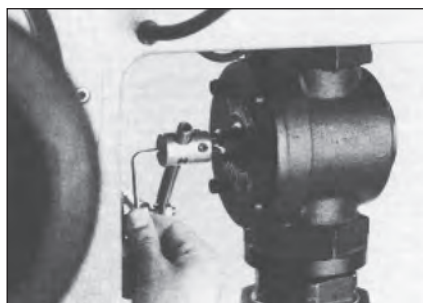
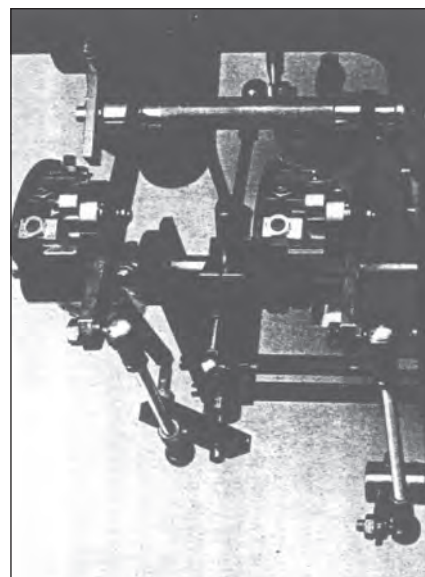

Рис. 14
Рис. 15
Объем воздуха для первой ступени устанавливается для всех двухступенчатых горелок на воздушной заслонке. Воздушная заслонка может регулироваться перестановкой установочного кулачка в серводвигателе, обозначенного надписью «ZU» (закрыть) и надписью «1 ступень» в соединении с краном регулировки газа (см. п. 6.4.2. Установка серводвигателя). Воздушную заслонку можно регулировать также непосредственно, ослабив шарнир, или изменяя длину рычага на соединительном рычажном механизме. Для типа GOS отличие от типа GOZ состоит в том, что воздушная заслонка регулируется и устанавливается через изгибающийся конвейер. При этом сначала следует обратить внимание на то, чтобы плечо рычага с обоими ведущими роликами и плечо рычага воздушной заслонки находились бы примерно параллельно друг другу. После ослабления контргайки на установочном винте поворотного конвейера, воздушная заслонка может закрываться вращением вправо, или больше открываться вращением влево (рис. 15).
Для горелок GOS 3700 корректировка объема газа производится через приводной рычаг на кране регулировки газа (рис. 14), причем максимальная регулировка воздуха производится при полностью открытой воздушной заслонке через рычажный механизм подпорной шайбы. Чтобы получить линейную характеристику регулирования во всем диапазоне регулировки, для горелок GOS 900/3700 отверстие воздушной заслонки корректируется в соответствии с разрешением на подачу газа через изгибающийся конвейер на рис. 15 в промежуточных ступенях. Юстировка осуществляется с помощью стальной пружины, находящейся на изгибающемся конвейере, которая может изменяться в своем положении после освобождения контр-гайки на установочном штифте. Вращение вправо приводит к увеличению объема воздуха, вращение влево приводит к уменьшению объема воздуха.
После регулировки ступени малой нагрузки для горелок GOS 900/3700 приступают к регулировке ступени номинальной нагрузки, изменяя угол поворота изгибающегося конвейера (рис. 15). В отличие от горелок GOZ 350/600, эти горелки должны быть безукоризненно отрегулированы при каждой ступени нагрузки. Юстировка осуществляется через стальную пружину, находящуюся в поворотном дисковом кулачке. Эта пружина, после ослабления контргайки на винтовом штифте, может изменяться в своем положении. Вращение вправо приводит к повышению расхода жидкого топлива, вращение влево приводит к уменьшению расхода жидкого топлива.
Точная регулировка горелки осуществляется ослаблением связи с краном регулировки газа в положении малой нагрузки при значениях на шкале 1-1,5 (рис. 14). После пуска горелки и окончания предварительной азрации, происходит включение розжига с последующим открыванием магнитного клапана. При переключении в режим неисправности, кран регулировки газа (рис. 14) следует постепенно, шагами, открывать настолько, чтобы происходило образование пламени. В заключение, объем газа в регулировочном кране повышается настолько, чтобы можно было достичь параметров горения без регулировки воздуха $CO_2 = 9,5-10,5\%$, $CO \geq 0,01\%$. После этого соединительный рычажный механизм соединяется с краном регулировки. Дальнейшая регулировка производится трехпозиционным переключателем и точной юстировкой через поворотный дисковый кулачок объема воздуха. Регулировка при работе на жидком топливе осуществляется аналогично регулировке на газе. Если требуется повышение основной нагрузки после точной регулировки, то она производится управлением серводвигателя с помощью трехпозиционного переключателя и фиксируется кулачками (3) ступени малой нагрузки газа, или кулачком (4) ступени малой нагрузки жидкого топлива. После дополнительной точной регулировки трехпозиционный переключатель удаляется и вновь производится подключение к регулятору установки.